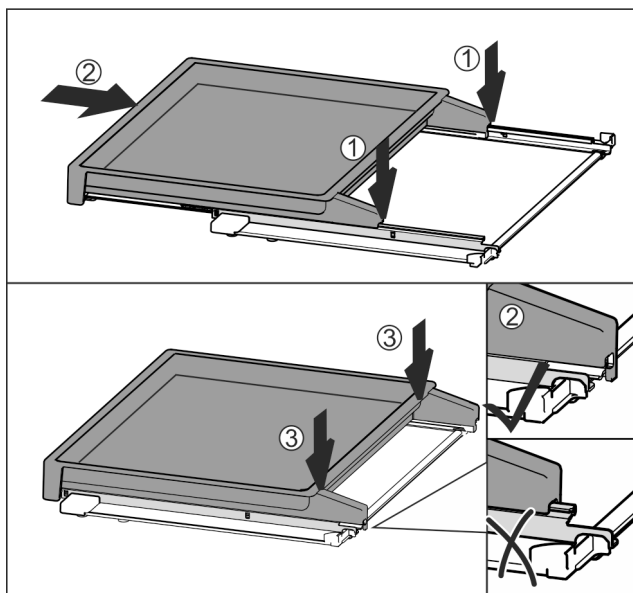

Fig. 33
- ▶ Установить по центру на направляющие Fig. 33 (1).
- ▶ Вставить вытяжную панель полностью Fig. 33 (2).
- ▶ Нажимать на задней стороне до тех пор, пока не будет слышна фиксация Fig. 33 (3).